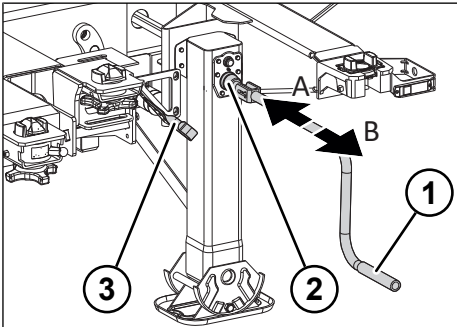

Fig. 5-3: Marcia lenta e marcia rapida del martinetto di supporto
- ▶ Inserire la marcia rapida estraendo la manovella (vedere "Fig. 5-3: Marcia lenta e marcia rapida del martinetto di supporto", p. 23).
- ▶ Inserire la marcia lenta premendo verso l'interno la manovella (vedere "Fig. 5-3: Marcia lenta e marcia rapida del martinetto di supporto", p. 23).